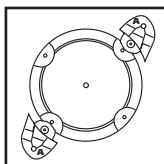
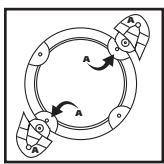

FIGURE 3
FIGURE 4
3. Positionnez l'orifice d'admission du réservoir devant vous. Prenez le porte-roulette identifié par la lettre **A**, **FIGURE 3**, et insérez la tige du porte-roulette dans les trous avant-gauche et arrière-droit, également identifiées par la lettre **A**. **FIGURE 4**.